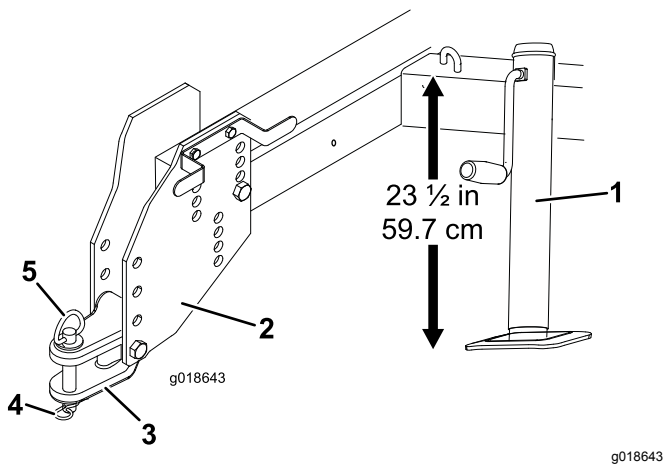

Bild 3
3. Stellen Sie den Wagenheber so ein, dass der Abstand von der Oberseite des Rahmens bis zum Boden 59,7 cm ist (Bild 3).
- Entfernen Sie die Schrauben und Sicherungsmuttern, mit denen die Anhängerkupplung an den Anbauvorrichtungsplatten befestigt ist (Bild 3).
6. Befestigen Sie die Anhängerkupplung mit dem Anbauvorrichtungsstift und dem Klapstecker an der Anbauvorrichtung der Zugmaschine (Bild 3).